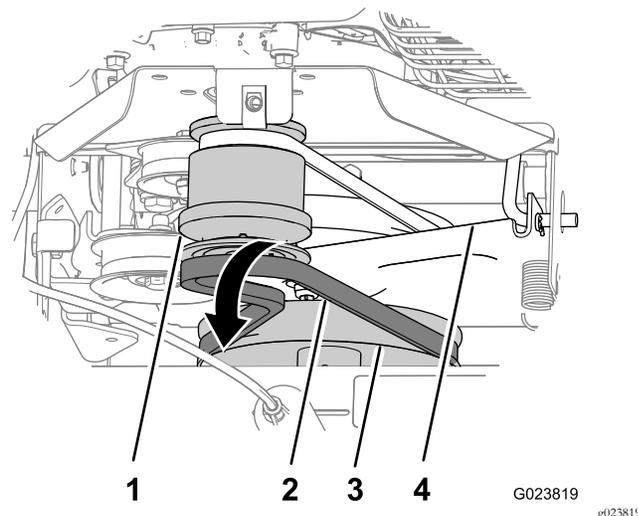

Figura 40
- Fate scorrere la cinghia in avanti sopra la scanalatura anteriore della puleggia del motore (Figura 40).
- Fate scorrere via la cinghia dalla puleggia della scatola ingranaggi della spazzola, spostate all'indietro la cinghia tra la puleggia e la staffa di comando della trazione e rimuovete la cinghia dalla macchina (Figura 40).
1. Allineate la cinghia sostitutiva tra la puleggia e la staffa di comando della trazione (Figura 40).
2. Fate scorrere la cinghia sopra la scanalatura nella parte inferiore della puleggia della scatola ingranaggi della spazzola (Figura 40).
3. Fate scorrere la cinghia sopra la scanalatura anteriore della puleggia del motore (Figura 40).